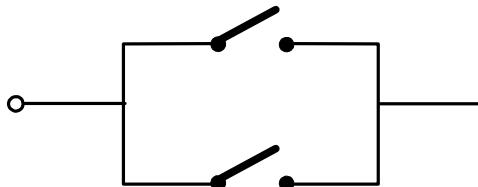

Рис. 35
**OPEN A** – команда “Полное открывание”: Замыкание контактов устройства, подключенного к этой клемме, приводит к срабатыванию блока управления на полное открывание и/или закрывание ворот. Для подключения нескольких устройств, нужно нормально открытые Н.О. контакты этих устройств соединить параллельно (см. рис. 35).
**OPEN B** – команда “Пешеходный проход” или “Закрыть”: Замыкание контактов устройства, подключенного к этой клемме, приводит к срабатыванию блока управления на «пешаговое» открывание и/или закрывание ворот. При логике В и С эта команда всегда на закрывание. Для подключения нескольких устройств, нужно нормально открытые Н.О. контакты этих устройств соединить параллельно (см. рис. 35).